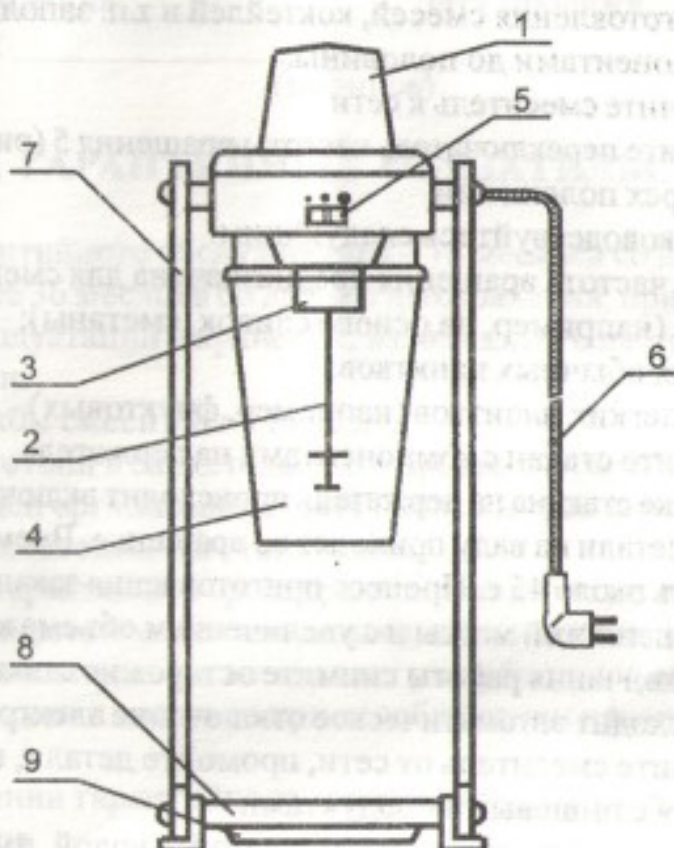

Рис. 1
Смеситель (рис. 1) состоит из электродвигателя 1 с рабочим валом 2, держателя стакана 3, стакана 4, переключателя частот вращения 5, вилки со шнуром 6, кронштейна 7, крышки нижней 8, поддона 9.
6.6. Установите переключатель частоты вращения 5 (рис. 1) электродвигателя в одно из трех положений.